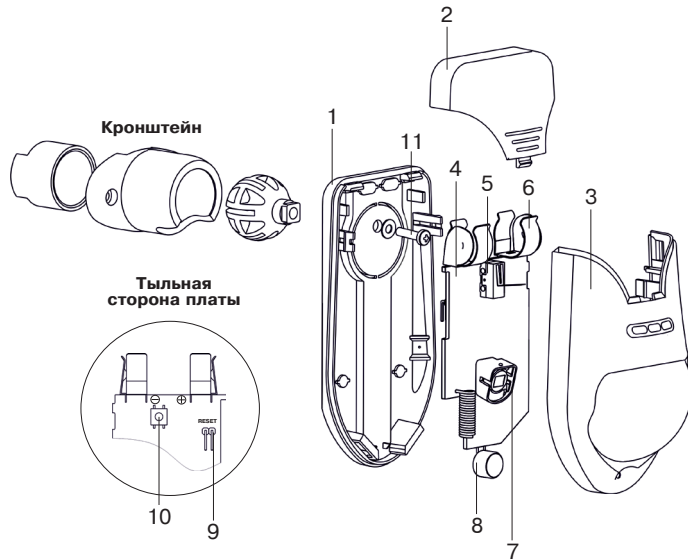

Рисунок 3 – Конструкция извещателя
- Снимите лючок извещателя (поз. 2, рисунок 3);
- Снимите плату с крышкой (4,3) с основания (1), потянув их на себя и вниз;